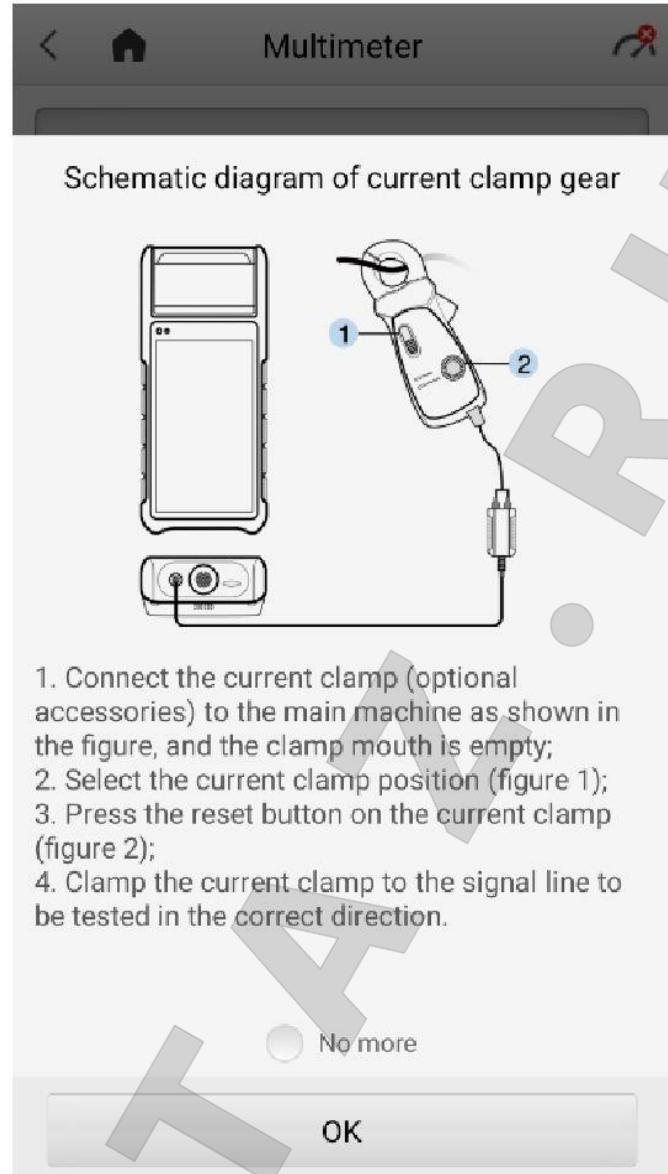

Рисунок 9-3. Пример схемы подключения токоизмерительных клещей
- В случае измерения переменного/постоянного тока необходимо использовать токовые клещи, подходящие для соответствующего диапазона измерений тока (см. рисунок 9-3). Выберите **No more [Больше не показывать]**, чтобы скрыть схему.